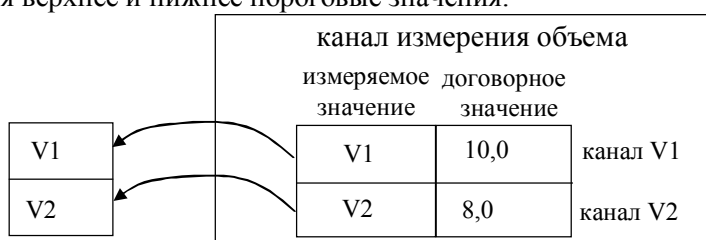

Рисунок 6.3
**2** - В каждом канале расхода, параметр может быть задан как измеряемым, так и договорным (см. дополнительные настройки - таблицу Д3.1-2). Например (см. рисунок 6.3): в случае отказа ПР в канале V1, при выборе соответствующего типа реакции на НС, вместо измеренного расхода в расчетах будет использоваться договорное значение, а в канале V2 – всегда используется только договорное значение и для этого канала не задаются верхнее и нижнее пороговые значения.